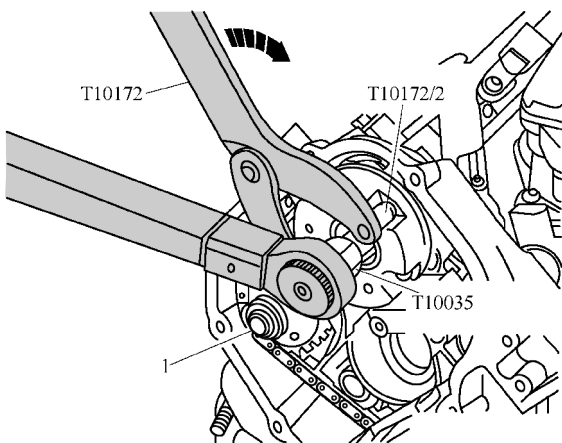

图 1-3-25 将固定支架 T10172 及销子 T10172/2 安装在左侧进气凸轮轴调节器上 1—螺栓
7) 如图 1-3-25 所示, 将固定支架 T10172 及销子 T10172/2 安装在左侧进气凸轮轴调节器上。沿箭头方向按压固定支架, 使凸轮轴正时链保持预张紧, 同时将凸轮轴螺栓用插接套件 T10035 和力矩扳手预拧紧。此外在进气凸轮轴上保持预张紧并预拧紧排气